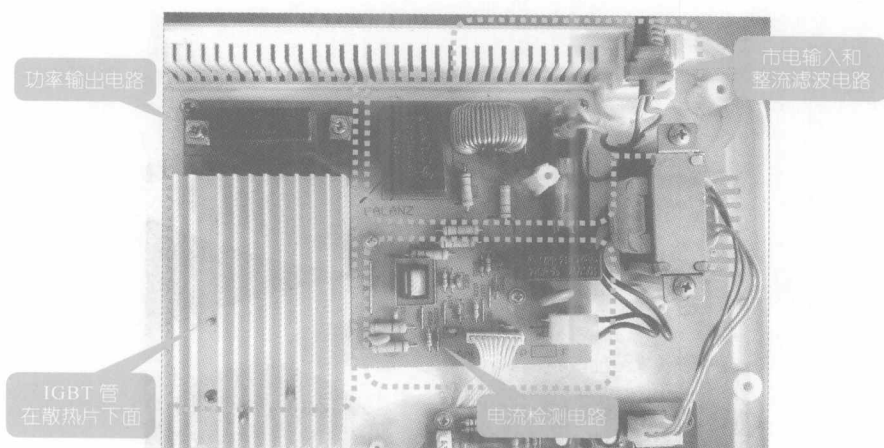

图 1-10 典型电源供电及功率输出电路板
(1) 电源供电及功率输出电路板主要包括：市电输入和整流滤波电路、电流检测电路、功率输出电路等，如图 1-10 所示为典型电源供电及功率输出电路板。其主要功能是将 AC 220V 市电提供的电能直接经高压整流滤波电路（如：桥式整流电路、滤波电容等）生成 DC 300V 电压送入功率输出电路，由 IGBT 管（门控管）、炉盘线圈、谐振电容形成高频高压的脉冲电流，与铁质炊具进行热能转换。由于该电路板工作的功率较大，因此设有电流检测、电压检测等监控电路，以确保电磁炉中的重要元器件不被损坏。